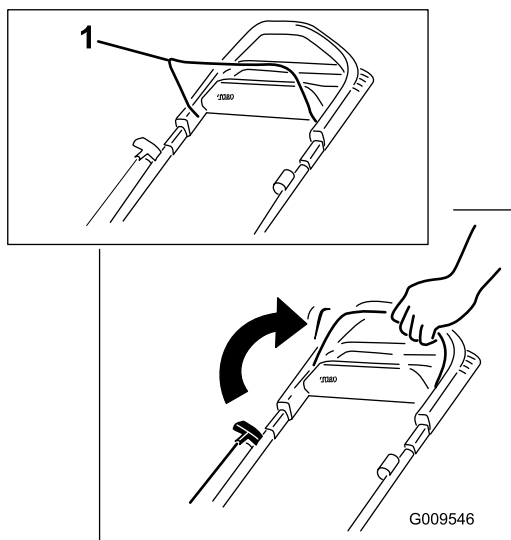

Рисунок 10
1. Удерживайте штангу управления ножом прижатой к рукоятке (Рисунок 10).